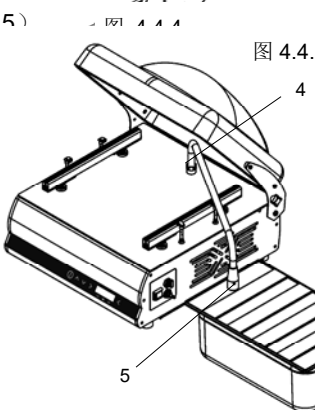

图 4.4.5
6. 挂住抽吸套件管（参考4，图4.4.5）
7. 将抽吸套件接头挂在缸盖子阀上（参考5，图4.4.5）